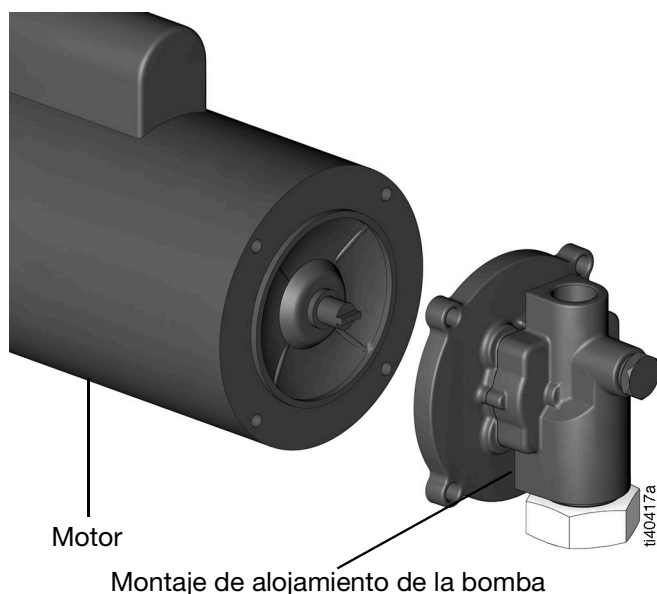

FIG. 4
6. Retire el montaje de alojamiento de la bomba del motor (FIG. 4).